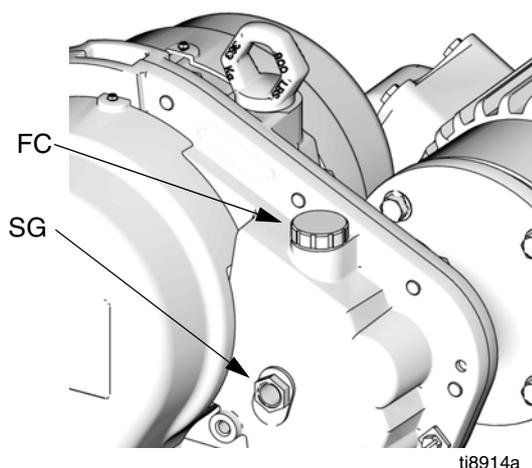

FIG. 8 Enchimento de óleo
Todos os dias, verifique o nível de óleo na janela (SG) da caixa de redução, com o motor em funcionamento. O nível de óleo (com motor de funcionamento) deve estar entre o topo e o fundo da janela (SG). Abra a tampa de enchimento (FC) e encha o reservatório de óleo da caixa de redução conforme necessário com óleo Graco 288414 (o pacote inclui doze embalagens de 1 quart (0,95 L)). Não encha demasiado. Consulte FIG. 8.